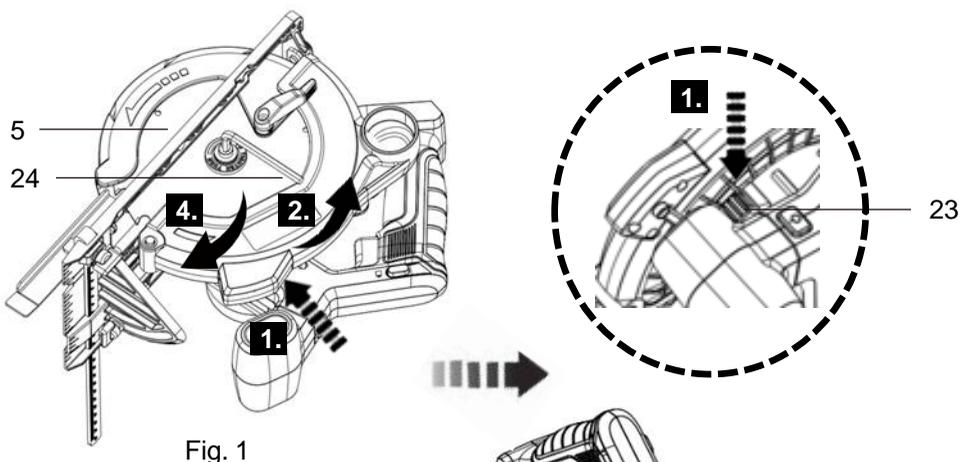

Fig. 1
2. Bloquee el husillo presionando el botón de bloqueo del husillo (23) (Fig. 1, paso 1) y afloje el perno hexagonal (26) girándolo en sentido antihorario con la llave hexagonal (24) (Fig. 1, paso 2).
3. Retire el perno hexagonal (26) y la brida de apriete (27) del husillo. No retire la brida de apoyo (28).
8. Mueva con cuidado la palanca retráctil de la protección (6) de vuelta a su posición inicial para cerrar la protección inferior (8).
9. Asegure la hoja de sierra con la brida de apriete (27) y el perno hexagonal (26). Bloquee el husillo presionando el botón de bloqueo del husillo (23) (Fig. 1, paso 1). Apriete el perno hexagonal (26) girándolo en sentido horario con la llave hexagonal (24) (Fig. 1, paso 4).